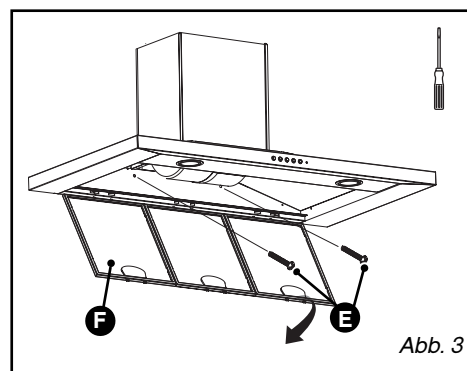

Abb. 3
– Die Filterkassetten herausnehmen (F/Abb. 3).
– Die beiden Schrauben unten einschrauben (E/Abb. 3).
– Im Fall eines Rohrs mit 125 mm Querschnitt den gelieferten Adapter benutzen (Abb. 3).